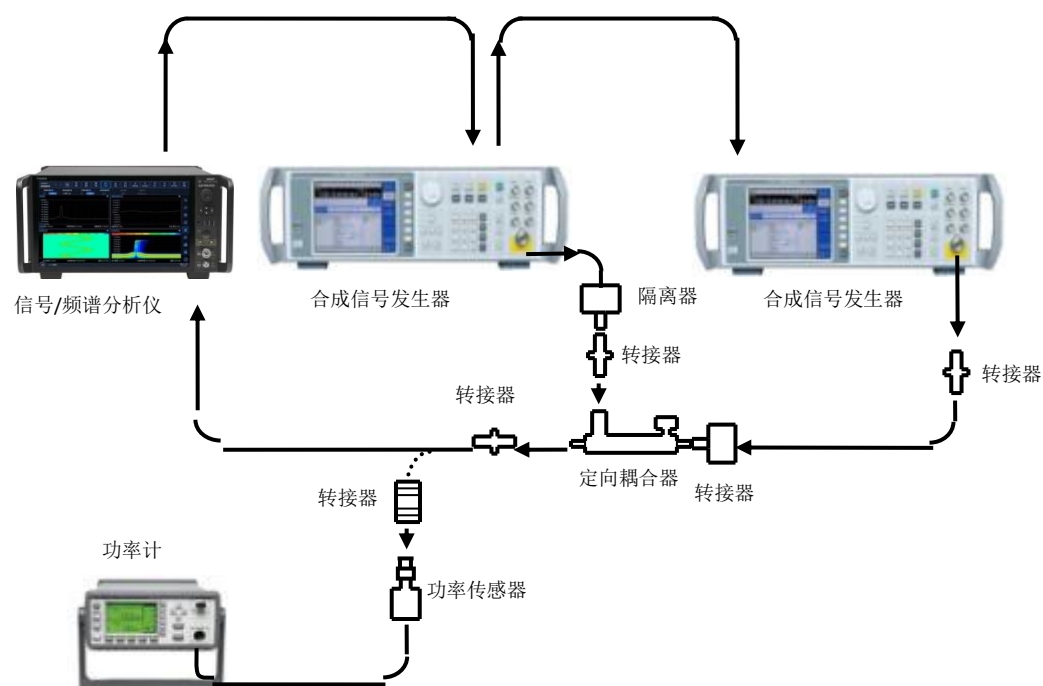

图 7.27 三阶交调失真测试示意图 (4GHz ~ 67GHz)
- 如图 7.27 连接仪器，用毫米波定向耦合器代替图 7.16 中射频定向耦合器；